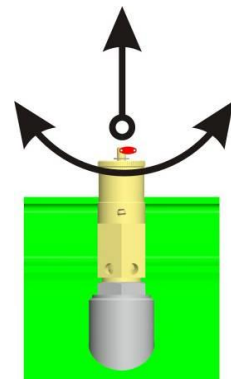

Рис. 13
17.6. Проверка работы предохранительного клапана (рис. 13)